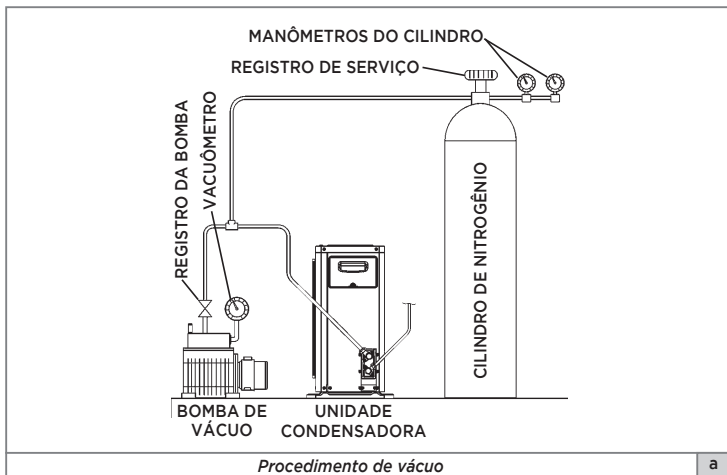

Fig. 45a - PROCEDIMENTOS DE VÁCUO E RECARGA
- As válvulas saem fechadas de fábrica para reter o refrigerante na condensadora. Para fazer o procedimento de vácuo, mantenha a válvula na posição fechada e interligue o sistema à bomba de vácuo e ao vacuômetro, conforme a Fig. 45a.
- Monte um circuito como mostrado na Fig. 45a. Feito isto, pode-se realizar o procedimento de vácuo no sistema.
- a. Após concluído e aprovado o procedimento de vácuo (subitem 6.6), remova a bomba de vácuo, o vacuômetro e o cilindro de Nitrogênio, representados no esquemático da Fig. 45a.